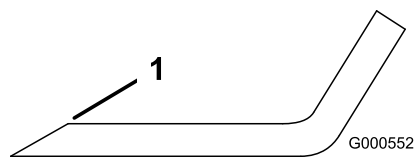

Figura 104
1. Utilice una lima para afilar el filo de corte en ambos extremos de la cuchilla (Figura 104).
Nota: Si la cuchilla no está equilibrada, rebaje algo el metal en la parte de la vela solamente con una lima (Figura 104).